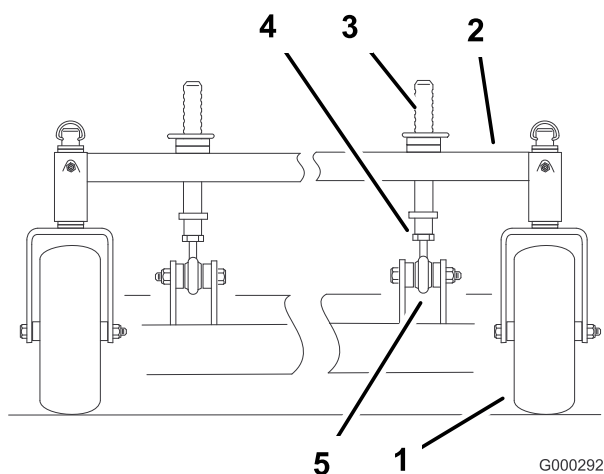

Figure 59
1. Vous pouvez régler les montants de hauteur de coupe avant pour modifier l'inclinaison avant/arrière (Figure 59).
2. Pour élever l'avant du plateau de coupe, desserrez le contre-écrou et tournez la goupille avant dans le sens horaire (Figure 59).
3. Pour abaisser l'avant du plateau de coupe, desserrez le contre-écrou et tournez la goupille avant dans le sens anti-horaire (Figure 59).
4. Tournez les lames dans le sens longitudinal. Mesurez la distance aux points C et D (Figure 59) entre une surface plane et le bord coupant des lames.
6. Resserrez les écrous de blocage (Figure 59).